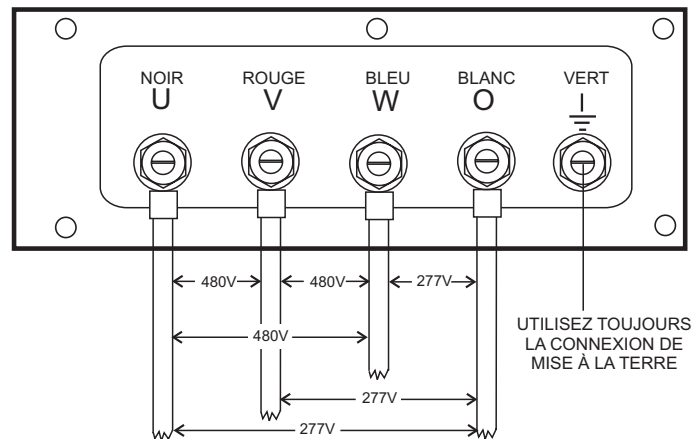

Figure 25. Attaches de la Borne de Sortie Connexions 3Ø-480/277V
2. Connectez les câbles de charge aux **attaches de la borne de sortie** comme l'illustre la Figure 25.